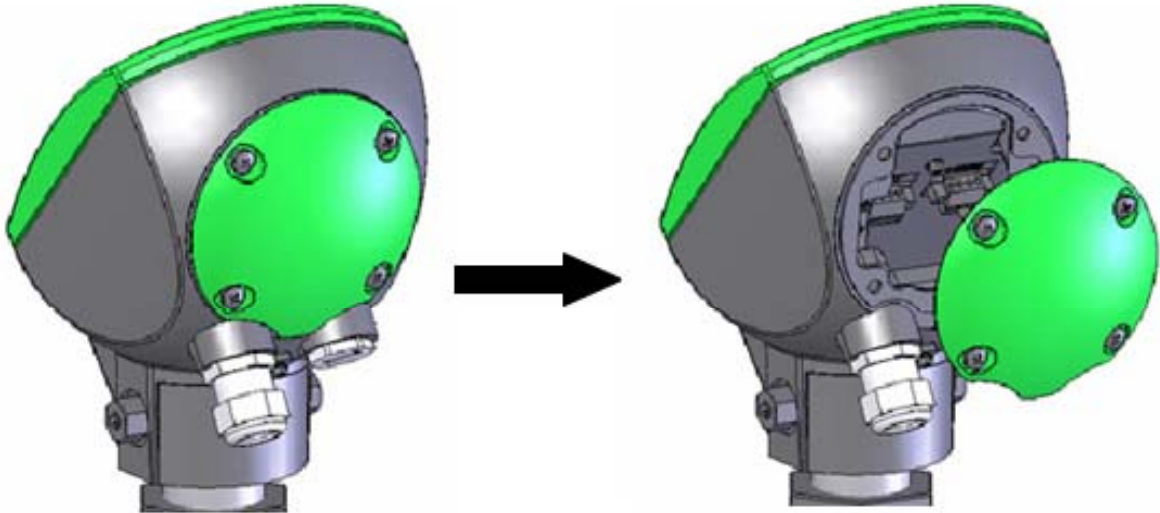

Figure 12 Dépose du panneau arrière
1. Desserrez les quatre vis du panneau arrière du scanner à l'arrière de la tête du scanner et déposez le panneau arrière. (see *Figure 12* à la page 6). Les vis sont encastrées et ne risquent pas de tomber.